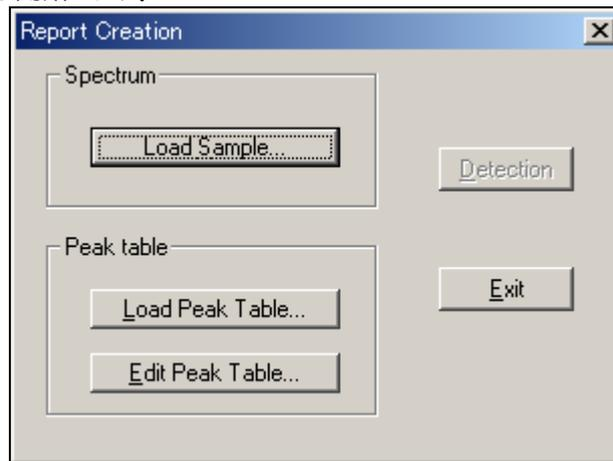

図 5-2 ピーク検出機能初期画面
6. そこで、<Peak Detection>ボタンをクリックすると、図 5-2 のダイアログボックスが開き、日本薬局方対応ピーク検出機能が開始します。